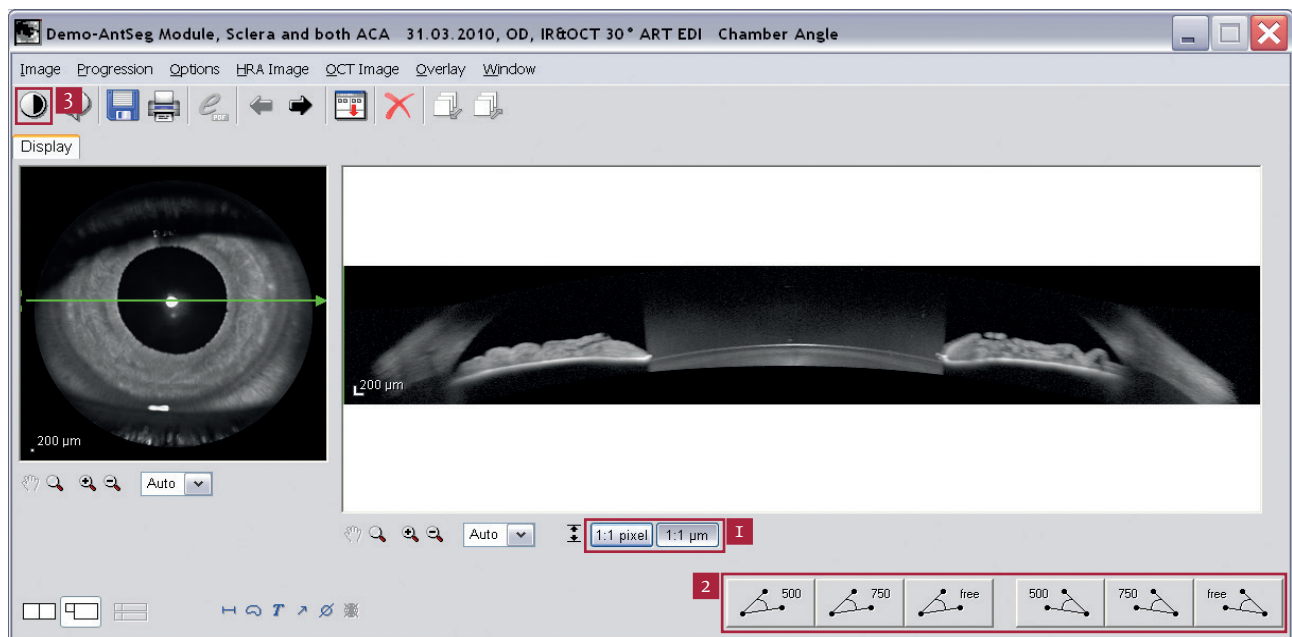

Abb. 5: Analysefenster Kammerwinkel Aufnahme
- ✓ Auswahl der OCT-Scan-Ansicht 1:1  $\mu\text{m}$  (Abb. 5 **I**). In der 1:1 Pixel Darstellung ist das Messwerkzeug nicht verfügbar.
- ✓ Für die Messung der AOD sind Messwerkzeuge im Abstand 500  $\mu\text{m}$  und 750  $\mu\text{m}$  vom Skleralsporn entfernt wählbar (Abb. 5 **2**).
Sind Skleralsporn und Kammerwinkel nicht eindeutig zu erkennen, kann es hilfreich sein, den Kontrast des OCT-Scans zu erhöhen (Abb. 5 **3**). Dadurch werden diese Strukturen besser erkennbar.
Sind Skleralsporn und Kammerwinkel nicht eindeutig zu erkennen, kann der Kontrast des OCT-Scans erhöht werden (Abb. 5 **3**). Dadurch werden diese Strukturen besser erkennbar.